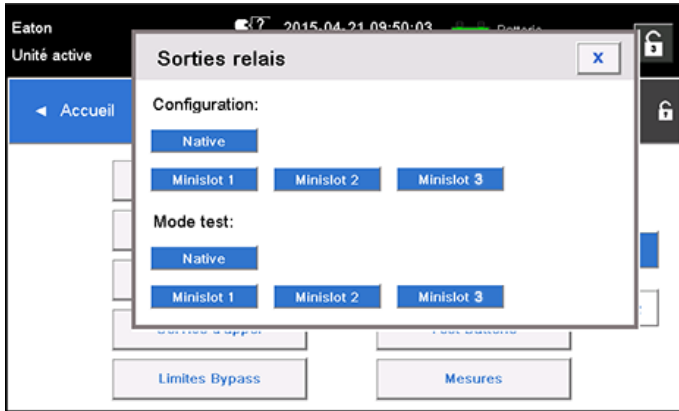

Figure 41. Options de configuration de sorties de relais
10. Vous pouvez tester les relais en sélectionnant l'une des options en mode test (voir figure 41).